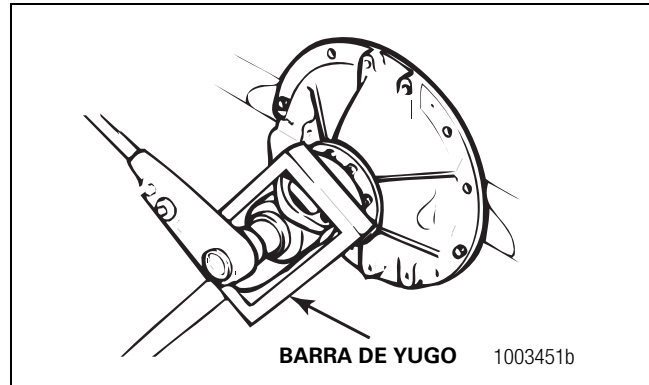

Figura 2
5. Coloque una barra para brida o yugo sobre el yugo de entrada o salida para mantenerlo en su posición mientras retira la tuerca. Siempre use una barra para brida o yugo durante la remoción y la instalación de la tuerca del yugo para evitar daños en el engranaje. Figura 2.